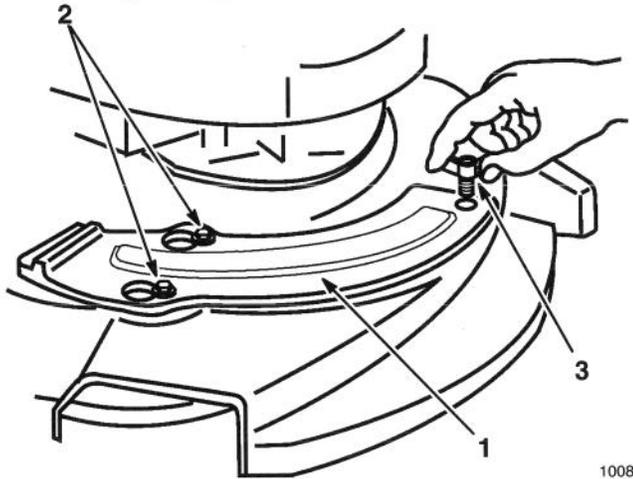

Figure 46
3. Les deux boulons à épaulement du carter de la tondeuse dépassent des trous oblongs de la plaque de paillage et n'ont pas besoin d'être desserrés ou retirés (Fig. 46). La plaque de paillage se déplace sur les têtes de ces boulons.
5. Fixer à l'aide de la vis à ailettes (Fig. 46).